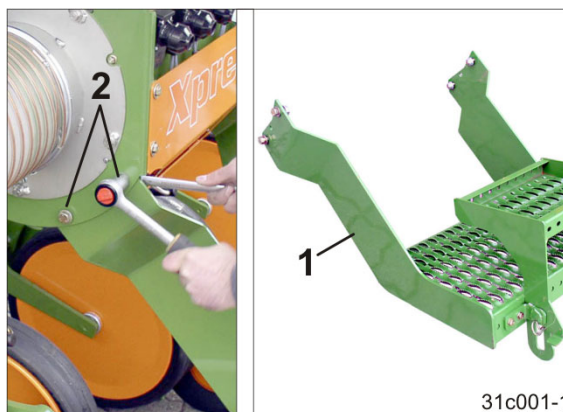

Рис. 10
2. Снять погрузочные площадки (Рис. 10/1).
- 2.1 Погрузочная площадка закреплена 4 винтами (Рис. 10/2).
6. Установите погрузочную площадку (Рис. 10).